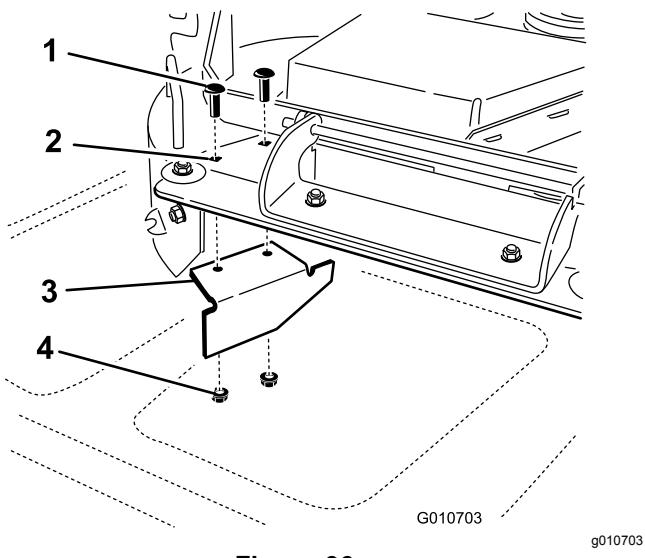

Figura 36
14. Nel sacchetto delle parti sciolte, individuate i deflettore di chiusura. Rimuovete gli elementi di fissaggio dai fori posteriori della piastra di scarico. Montate il deflettore nell'apertura di scarico laterale sul piatto di taglio (Figura 36).